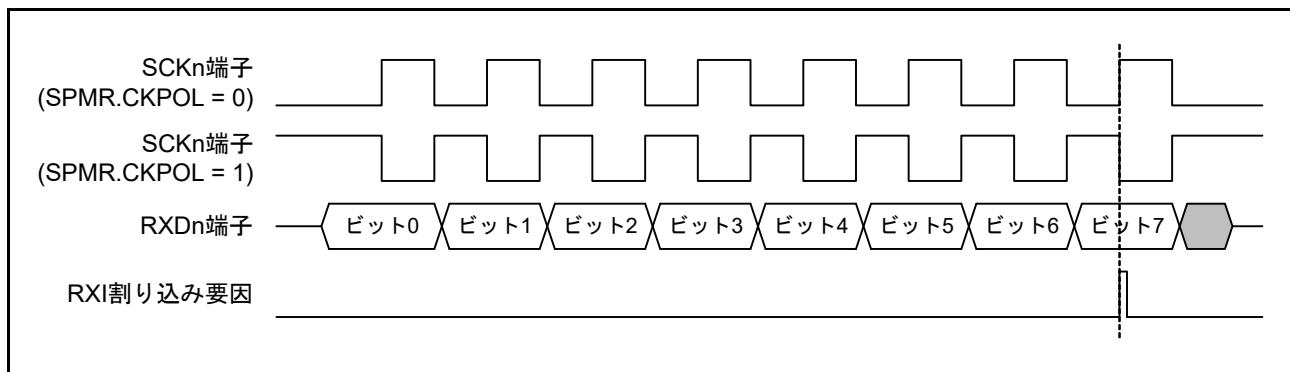

図 29.81 簡易 SPI モード (クロック遅れあり) RXI 割り込み発生タイミング
- クロック遅れあり設定 (SPMR.CKPH ビット = 1) の場合、図 29.81 に示すように SCKn 端子の最終クロックエッジ手前のクロックエッジで受信データフル割り込み (RXI) が発生します。このとき、SCR レジスタの TE、RE ビットを SCKn 端子の最終クロックエッジより前に“0”に設定すると SCKn 端子出力がハイインピーダンスとなり、最終送受信クロックのクロックパルス幅が短くなります。また、RXI 割り込み後、SCKn 端子の最終クロックエッジより前に接続先スレーブに対する SSn# 端子入力信号を High にするとスレーブが誤動作する可能性があります。